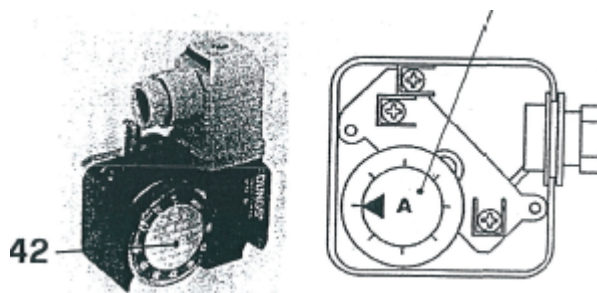

Рис. 15
## ГАЗОВЫЙ ПРЕСОСТАТ (42) (Рис. 15)